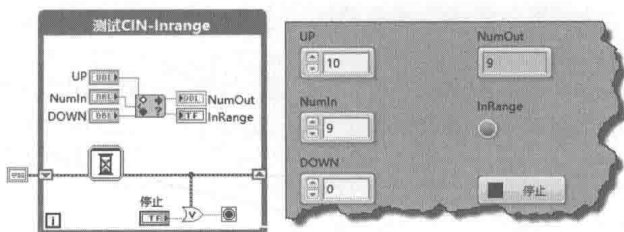

图 8-24 测试 InRange CIN 函数
step 5 配置连线端子,绘制图标,并建立子VI,如图8-24所示。